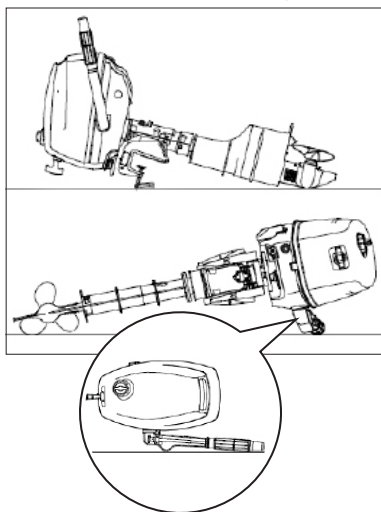

Рис. 7 Положения мотора при транспортировании и хранении на боку
9. Накройте мотор плотным материалом, который надежно защитит его от пыли. Хранить подвесной лодочный мотор необходимо строго в вертикальном положении на стойке (транце лодки). При отсутствии такой возможности, хранить подвесной лодочный мотор можно в положениях, показанных на Рис. 7, предварительно полностью слив масло из двигателя.
Положения мотора при транспортировании на боку показаны на Рис. 7.